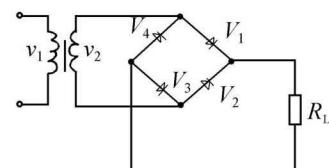

图 1-1-11
2. 在图 1-1-11 所示的单相桥式整流电路中，试分析产生下列故障时的后果：(1) V_1 正负极接反；(2) V_2 的 PN 结被击穿；(3) 负载 R_L 被短路；(4) 任意一只二极管开路或脱焊。